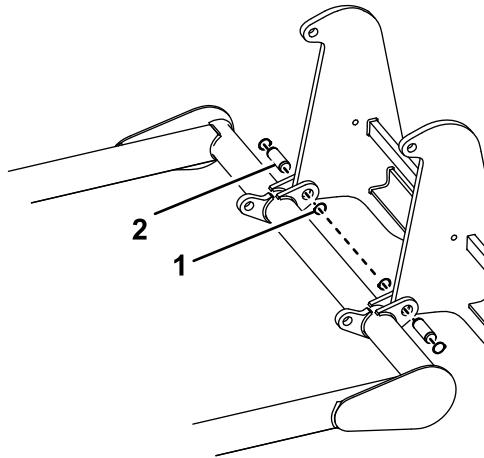

Figura 8
3. Monte el brazo del portabobinas en el soporte de los contrapesos usando 4 anillos de retención y 2 pasadores (Figura 8).